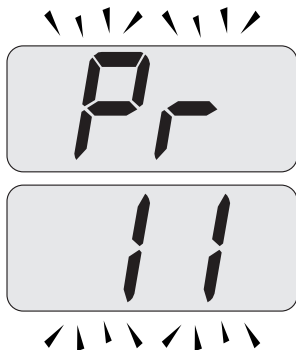

Figura 5.45
- Scorrere i vari parametri utilizzando i tasti 15 o 16 fino a far apparire sul display LCD le lettere **Pr** che si alternano con il codice **11**, indicanti l'entrata nel "parametro 11" (Figura 5.45).
- Premendo contemporaneamente i tasti 14 e 15 (Figura 5.43) si esce senza modificare il valore (ritorno alla lista parametri Figura 5.45)